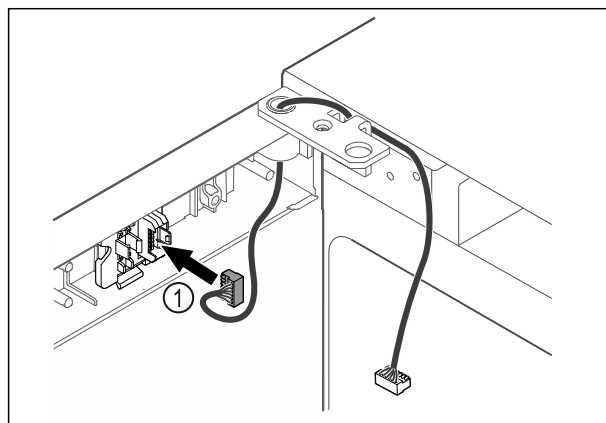

Fig. 47
- ▷ Sätt in kontakten Fig. 47 (1) i kontakthållaren.